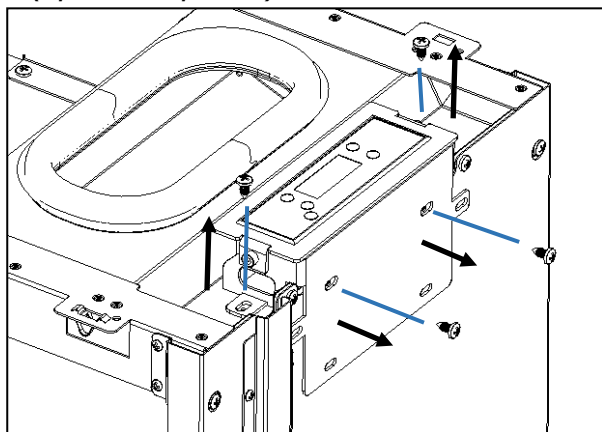

Figura 48 - Extracción de la pantalla del equipo
a) Antes de ensamblar las envolventes, debe quitar la pantalla de equipo, soporte desenroscando los cuatro tornillos que se muestra en la Figura 48.